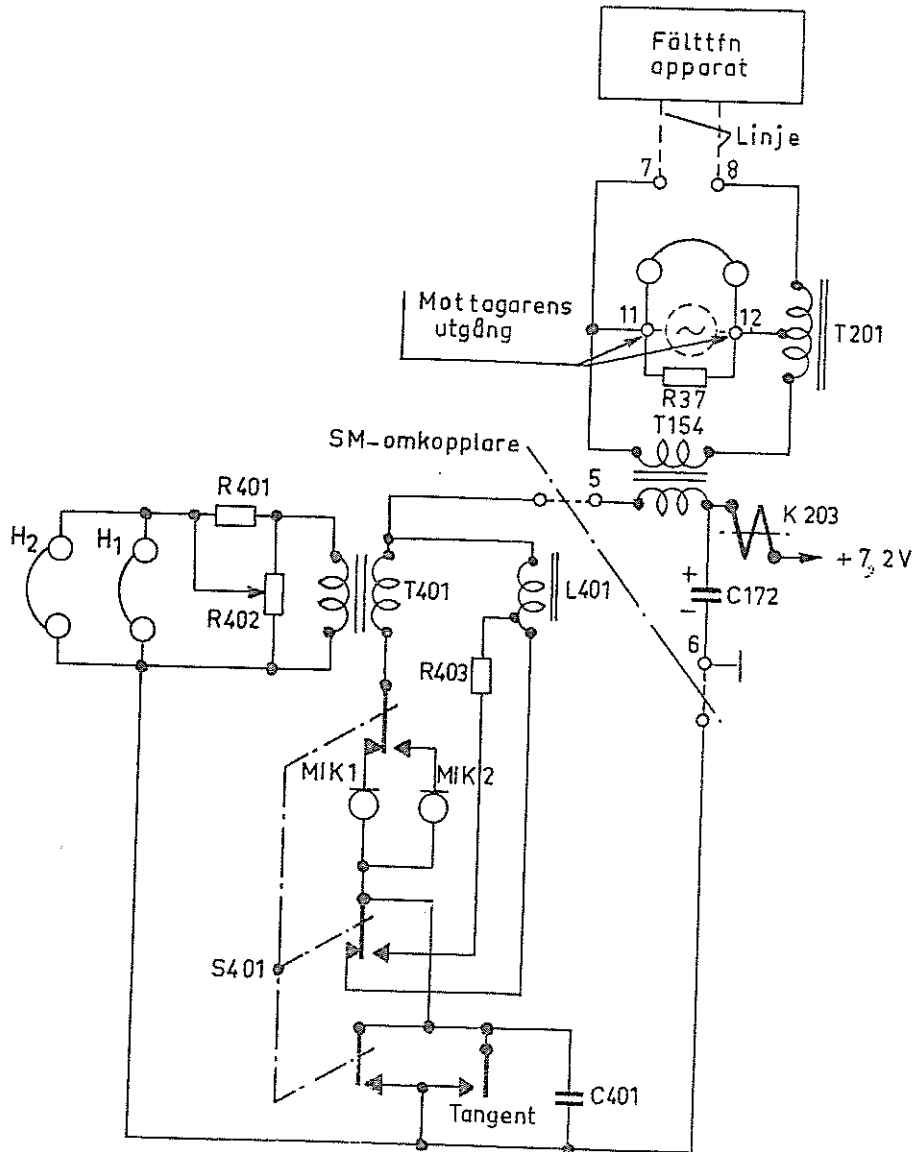

Bild 74. SM-omkopplare med hand- och strupmikrotelefon anslutna
SM-omkopplaren är ansluten till mottagarens linjeuttag (7 och 8). Om fältledning är inkopplad kan telegrafisten telefonera ut på denna. (Se bild 74, men märk att relälindningen K203 är ersatt av ett motstånd R47.)
SM-omkopplaren är genom mottagaren ansluten till linjeuttaget enligt bild 74. Om fältledning är kopplad till linjeuttaget kan samtal föras över fältledningen och radioförbindelsen varvid SM-omkopplaren med handmikrotelefon är inkopplad. Omkoppling mellan sändning och mottagning måste göras av signalisten vid radiostationen.
5. Sektion S12 kopplar bort linjeuttaget och kopplar i stället in ett motstånd R45 på 600Ω . Jämför bild 74, men märk att relälindningen K203 är ersatt av motståndet R46 (se ovan punkt 3).